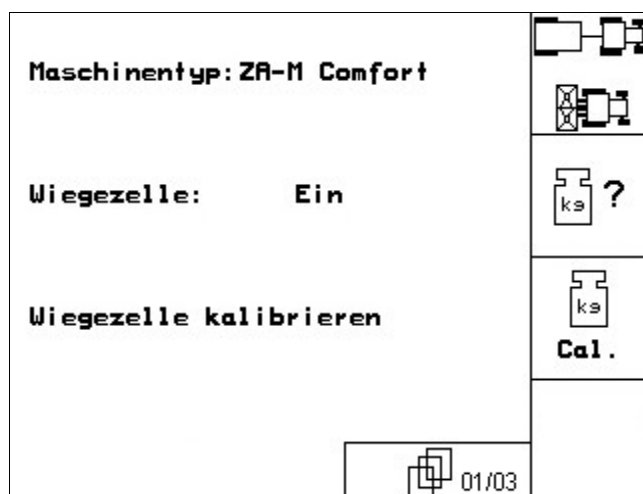

Рис. 56
- Страница 1 базовые данные (Рис. 56):